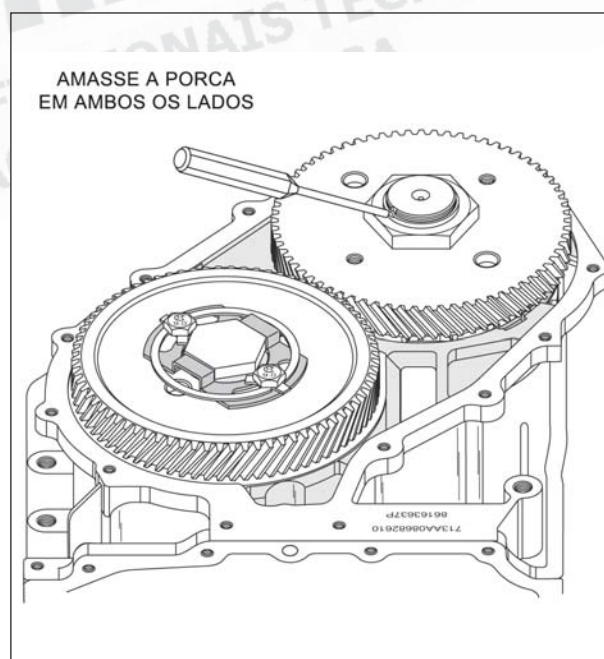

Figura 239
19. Amasse o flange da porca em ambos os lados, para travá-la em posição, utilizando um saca pinos, conforme mostra a figura 239.